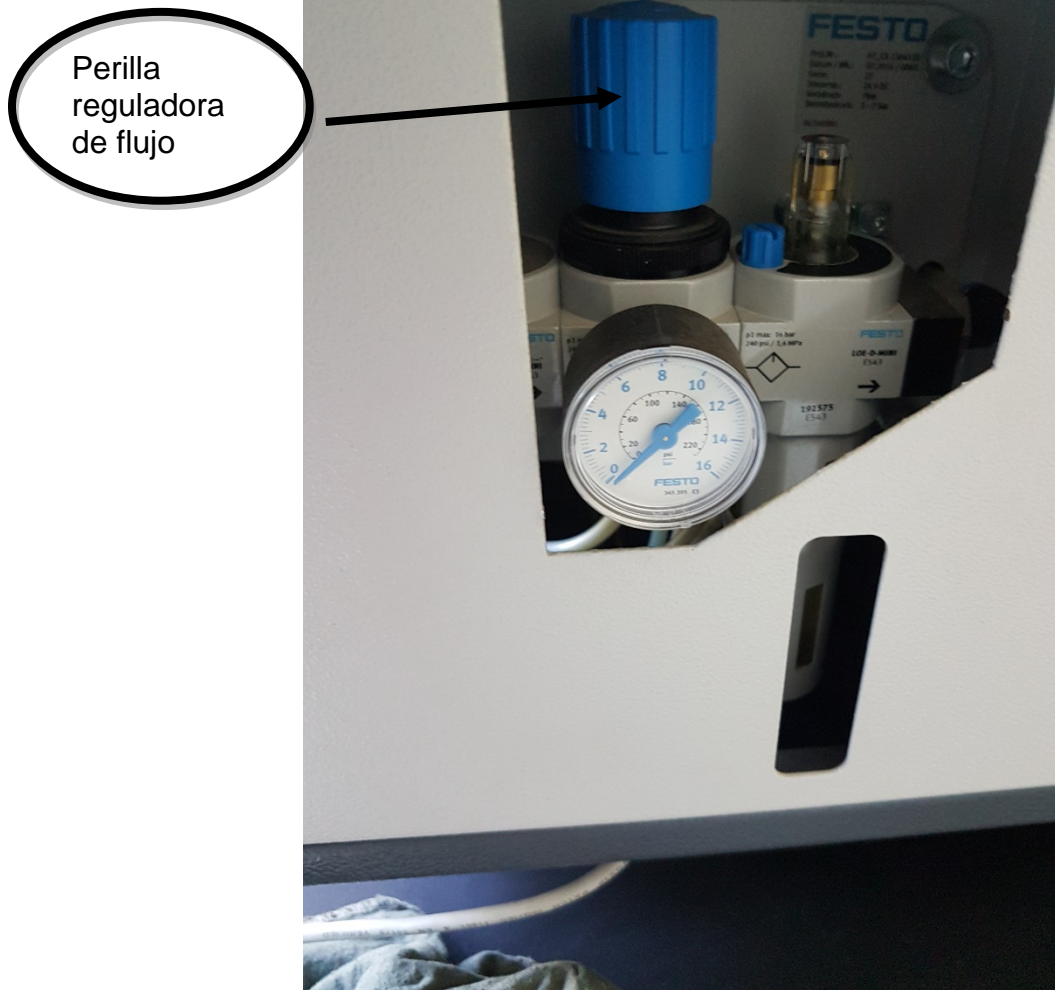

Ilustración 5.4 Regulador de presión (Nota: en esta imagen esta desconectada la presión)
3. Verificar que el regulador de presión este entre 6bar y 7bar, si no es así, regular con la perilla que tiene en la parte superior del mismo regulador, esta perilla se manipula jalando así arriba, y se gira hacia la izquierda o derecha para poder regular la presión del aire, una vez obtenido la presión adecuado, presionar la perilla así abajo para su aseguramiento.(ilustración 5.4)